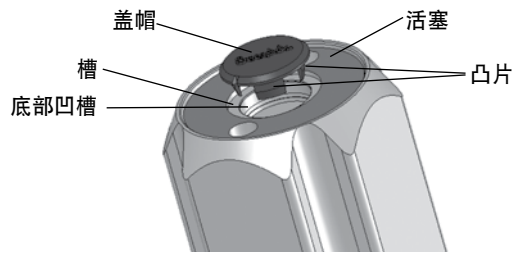

图 7
2. 把新盖帽压进槽内, 使凸片压进活塞的底部凹槽内。参见图 7。